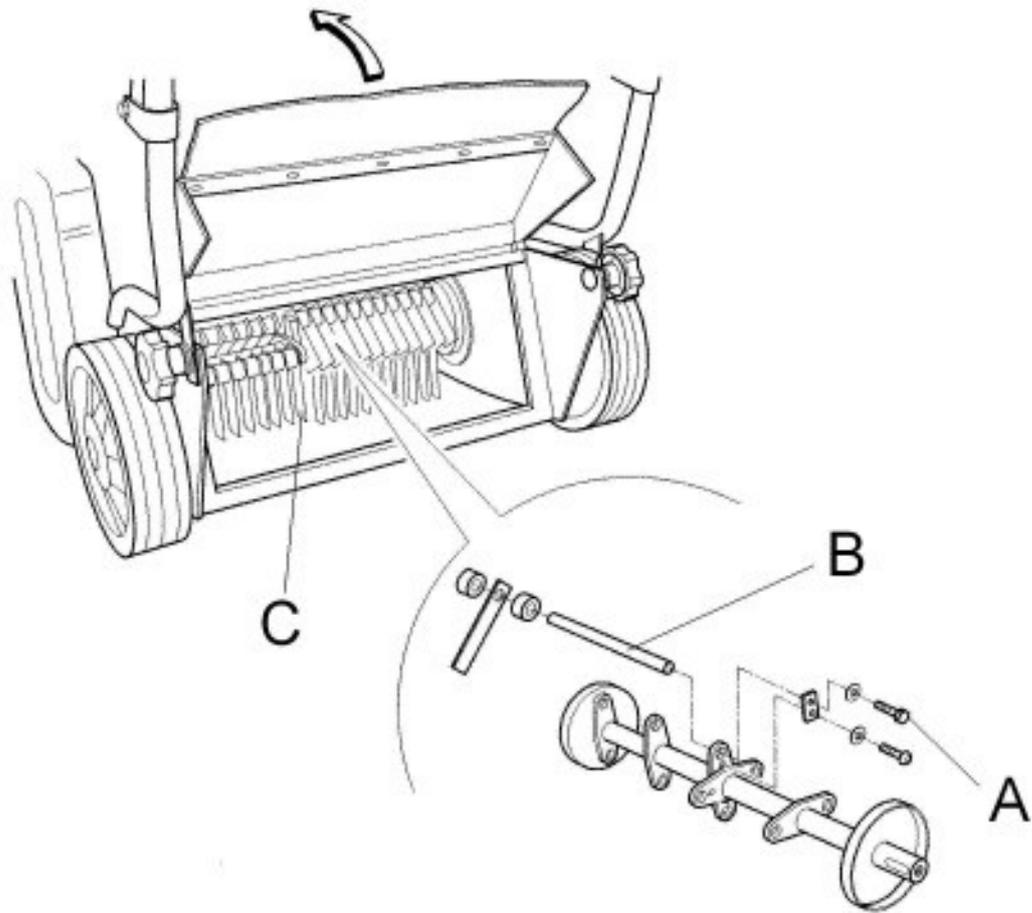

Fig.9
- Durante il lavoro, se le lame (Fig. 9, rif. C) colpiscono pietre o ceppi fermarsi subito e verificare che non si siano piegate o spezzate. Se sono difettose è necessario sostituirle.
3. Controllare le condizioni delle lame(Fig. 9 rif. C).
5. Svitare vite (Fig. 9 rif. A)
6. Sfilare perno porta lame(Fig9 rif. B)